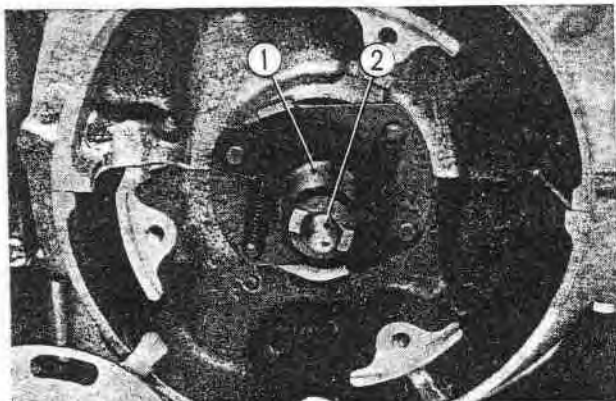

Fig. 7-22 ① Dispositif d'avance
2. Déposer le dispositif d'avance de son axe. (Fig. 7-22)